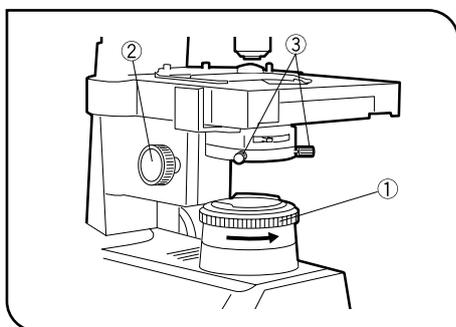

Fig. 21
1 Centrage du diaphragme de champ (Figs. 21 & 22)
1. Une fois l'objectif 10X engagé et la mise au point sur la préparation effectuée, tourner la bague ① du diaphragme de champ dans le sens inverse des aiguilles d'une montre pour réduire l'ouverture du diaphragme à son diamètre minimum.
2. Tourner le bouton de réglage en hauteur ② du condenseur pour mettre au point l'image du diaphragme de champ.
3. Tourner les deux molettes ③ de centrage du condenseur de manière à centrer l'image du diaphragme de champ dans le champ d'observation des oculaires. (Figures 21 & 22)